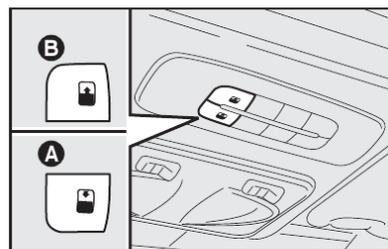

fig. 99
Acionar o botão **B-fig. 99** que permite duas modalidades de abertura do vidro móvel (dianteiro).
Acionando o botão **B-fig. 99**, de completamente fechado, o vidro dianteiro passa à posição de spoiler; um segundo acionamento leva o vidro à posição de máximo conforto (menor ruído aerodinâmico); um terceiro acionamento levará o vidro à posição de máxima abertura. Depois do acionamento inicial de abertura, o vidro poderá ser parado em posição intermediária apertando novamente o botão.
Pressionando o botão **B-fig. 99**, de completamente fechado, o vidro anterior se move e para quando o botão **B-fig. 99** é novamente pressionado. Com pressões sucessivas do botão, sempre no mesmo intervalo de tempo, o vidro se moverá até alcançar a posição de máxima abertura. Esta função permite
Da posição de abertura em que se encontra, pressionar o botão **A-fig. 99** e, mantê-lo pressionado por mais de meio segundo, o vidro anterior do teto solar se fechará automaticamente até a posição "spoiler". Pressionando novamente o botão **A-fig. 99** por mais de meio segundo, o vidro dianteiro se fecha completamente.
Assegurar-se que o vidro seja completamente fechado e, caso não ocorra o fechamento, acionar o botão **A-fig. 99** novamente.
- atuar no botão **A-fig. 99** e fechar completamente o teto solar através do procedimento manual;
- pressionar o botão **A-fig. 99** até que sejam ouvidos dois ruídos ("clac");